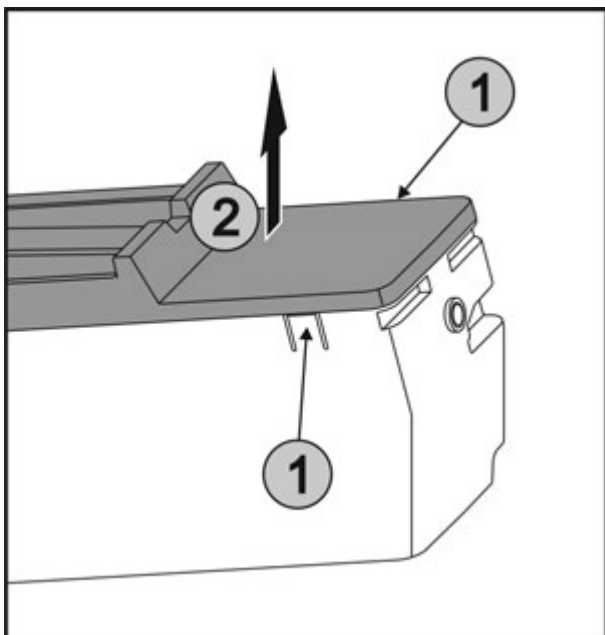

Fig. 52
- ▶ Накладки Fig. 52 (1) з обох боків EasyTwist-Ice натиснути одночасно і кришку Fig. 52 (2) вийняти рухом вгору.